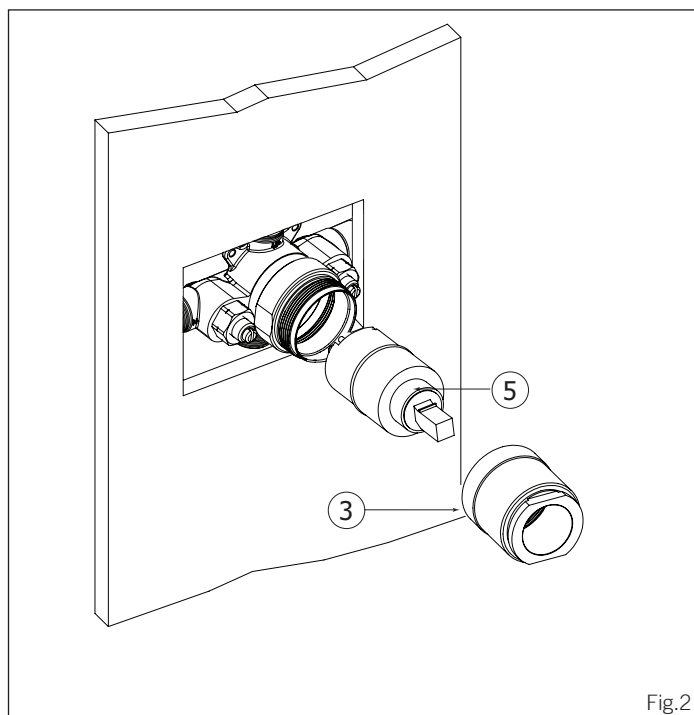

Fig.2
Insert the cartridge (5) into the valve body as shown Fig.2.
Insérer la cartouche (5) dans la valve tel qu'illustré Fig. 2.